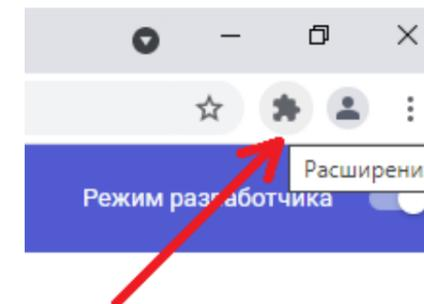
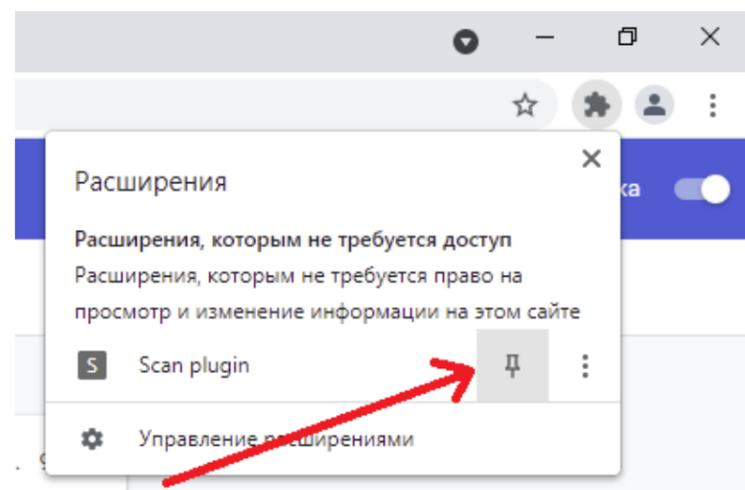

Рисунок 27. Иконка Пазл в браузере Google Chrome
Рисунок 28. Кнопка Закрепить расширение в браузере Google Chrome
4. В углу экрана (справа от адресной строки) нажмите левой кнопкой мыши на пазл (рис. 27). Закрепите загруженное расширение **Scan plugin** (для этого нажмите на иконку канцелярской кнопки, рис. 28).